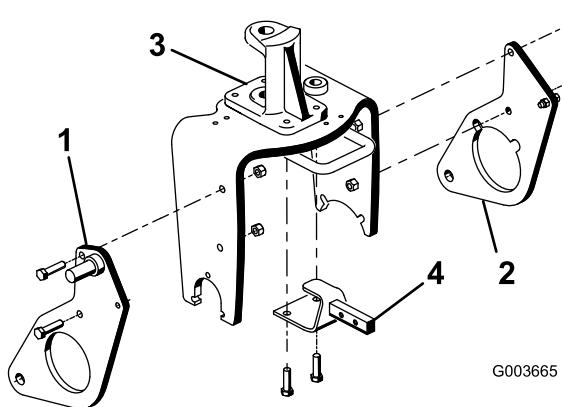

Figura 6
1. Monte provisionalmente la chapa lateral derecha en el lado derecho de la horquilla con 2 pernos (1/2 x 2 pulgadas) y contratuerca, según se muestra en Figura 6. No apriete los herrajes.
2. Repita este procedimiento con la chapa lateral izquierda (Figura 6).
4. Retire y deseche los 2 pernos que sujetan la parte delantera del pivote de dirección a la parte superior de la horquilla de la rueda (Figura 6).
5. Usando los taladros de montaje de la horquilla de la rueda y del pivote de dirección, monte el soporte del bastidor de enganche a la parte inferior de la horquilla de la rueda con 2 pernos (1/2 x 1-3/4 pulgadas) (Figura 6). Puede ser necesario desinflar parcialmente el neumático para tener espacio suficiente.